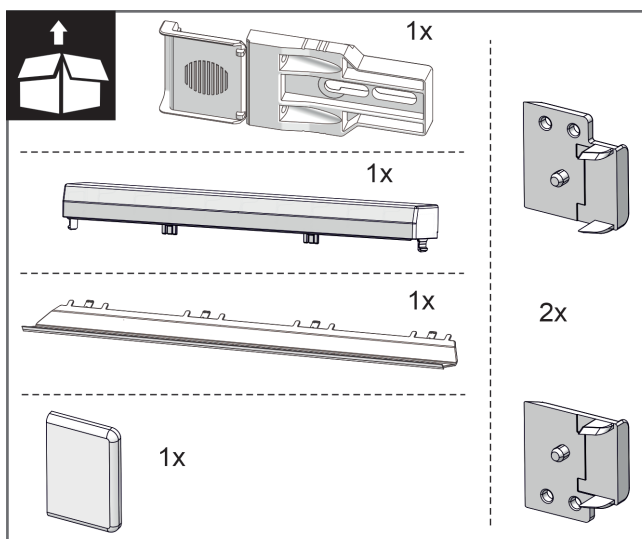
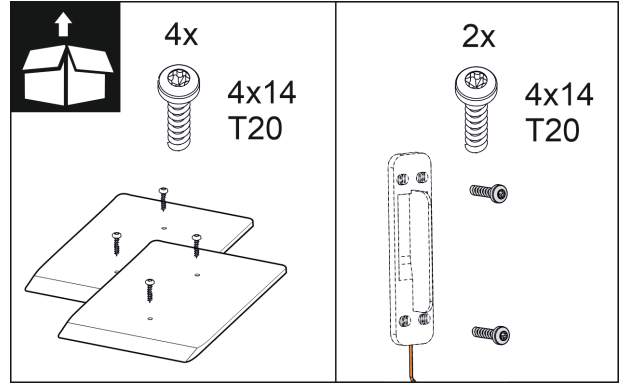

Fig. 10
Fig. 16
2. Kontrolloni pjesët e montimit në paketim. Fig. 10 () deri në Fig. 16 ()
### Pjesët e montimit në paketim Fig. 10 () deri në Fig. 16 ()